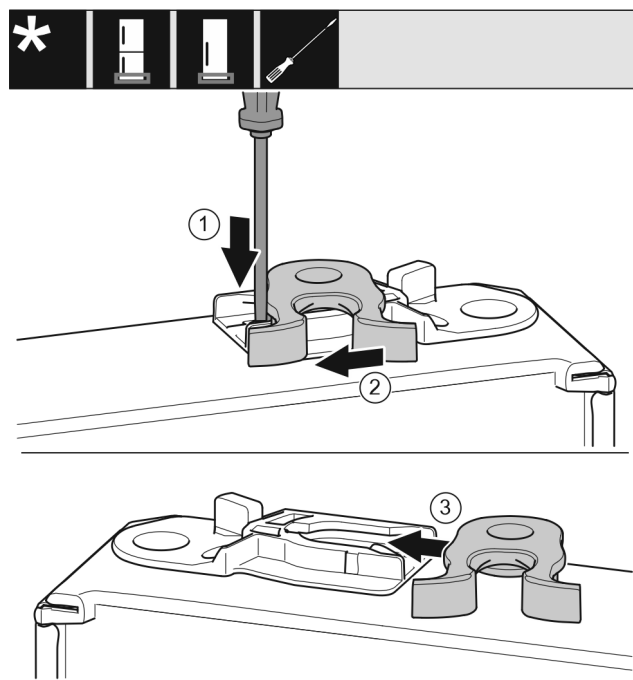

Fig. 20
- Tryk lasken Fig. 20 (1) nedad med en kærnskruetrækker.
- Træk låsekrogen Fig. 20 (2) ud af føringen.
- Skub låsekrogen Fig. 20 (3) ind i føringen på den anden side.